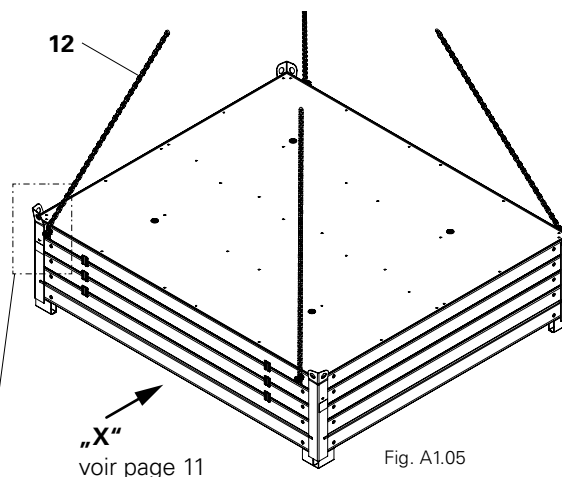

Fig. A1.05
- La rotation des panneaux est nécessaire uniquement si la face peau coffrante est orientée vers le haut après le dépôt. (Fig. A1.05)
(Fig. A1.05 + A1.05a + A1.05b)